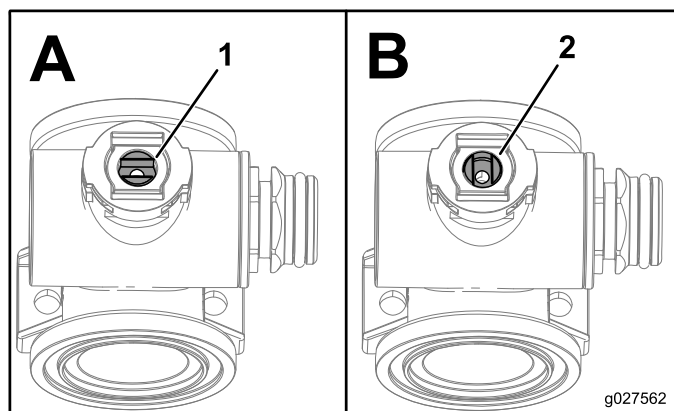

図 5
注 バルブのステムが開になっていることを確認してください 挿入図 A; 図 5。
11. バルブシステム・アセンブリを 閉 にセットする 挿入図 B; 図 5。